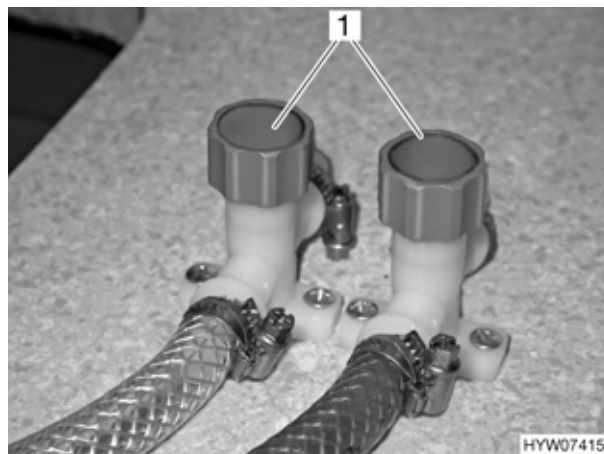

Fig. 169 Rubinetti di scarico sui modelli senza doppio fondo
- Chiudere i rubinetti di scarico: ruotare completamente i cappelletti dei rubinetti (Fig. 169,1 oppure Fig. 170,1) in senso orario. L'ubicazione dei rubinetti di scarico è riportata nella tabella delle "Posizione dei rubinetti di scarico" alla fine del presente capitolo.
- Girare in senso antiorario i cappelletti delle valvole (Fig. 169,1 o Fig. 170,1).